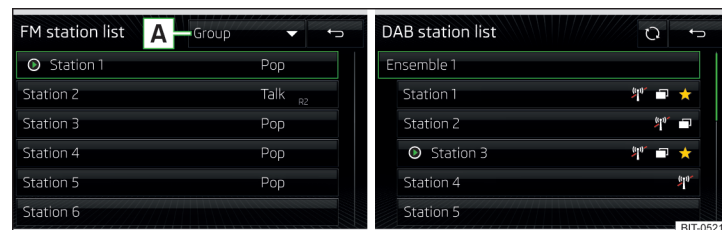
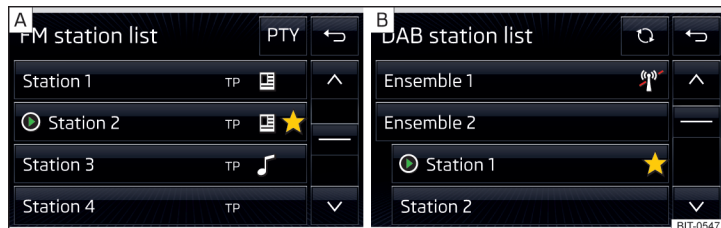

Fig. 156 Infotainment Columbus, Amundsen, Bolero: Ejemplo de la lista de emisoras FM/DAB disponibles:
Fig. 157 Infotainment Swing: Ejemplo de la lista de emisoras FM/DAB disponibles (orden jerárquico)
- Para **clasificar** (FM) las emisoras en la secuencia alfabética, según grupo o género, pulsar la superficie funcional **A** » fig. 156 » **!**.
- Para la **filtración** de la emisora según el tipo de programa (p.ej. cultura, música, deporte, etc.), en la lista de emisoras FM1) y DAB2) pulsar la superficie funcional **PTY** » fig. 157 - **A**.
- Para la actualización **manual**, pulsar la superficie funcional  $\odot$  » fig. 156 y/o » fig. 157.